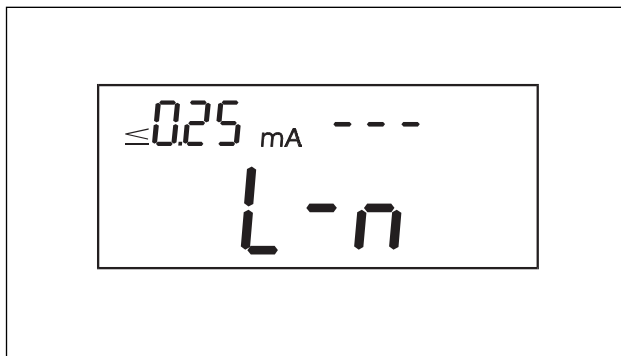
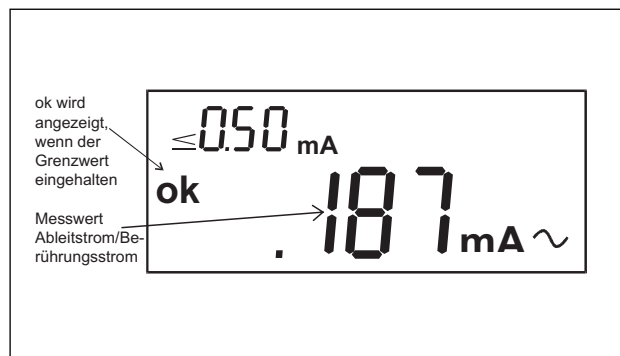

Abb. 7.29
Abb.7.31
- Die LC-Anzeige zeigt die Phasenlage am linken Anschluss der **Prüf-/Netzsteckdose** an, d.h. an welchem Anschluß das Phasenpotential anliegt. Die Anordnung der L- und N-Anschlüsse können entgegengesetzt sein (abhängig vom Anschluss des Netzkabels des UNITEST MACHINEmaster). Nach ca. 1 s wird der Messwert angezeigt (Abb.7.31).
- Die Taste **START/STOP** drücken, um die Messung mit getauschter Phasenlage zu wiederholen, dabei werden die Anschlüsse automatisch umgepolt. Die Anzeige der Phasenlage und der Messwerte erfolgt wie in Abb. 7.29 und Abb. 7.31 dargestellt.
- COMMANDER 2 mit dem UNITEST MACHINEmaster verbinden, das Messgerät einschalten und den Schalter **Messfunktion** auf Position **I_A/I_B** (Messfunktion 11) stellen (siehe Abb. 7.29).
- Die LC-Anzeige zeigt die Phasenlage am linken Anschluss der **Prüf-/Netzsteckdose** an, d.h. an welchem Anschluss das Phasenpotential anliegt. Die Anordnung der L- und N-Anschlüsse können entgegengesetzt sein (abhängig vom Anschluss des Netzkabels des UNITEST MACHINEmaster). Nach ca. 1 s wird der Messwert angezeigt (Abb.7.31).